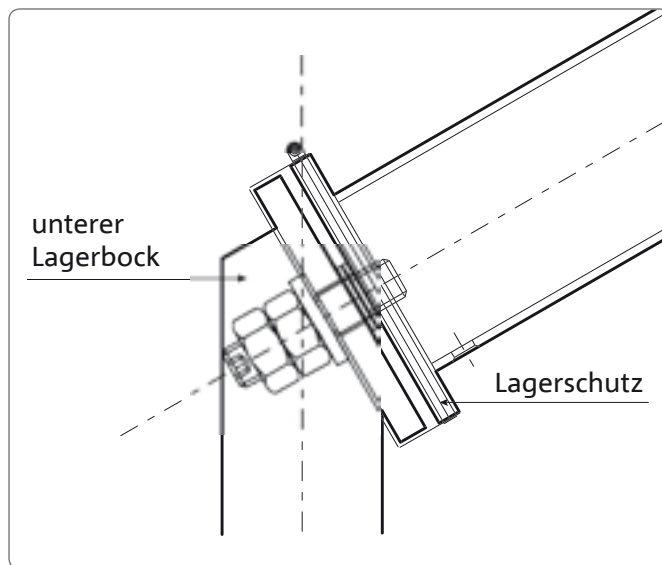

Abb. 1.13: Montage des Lagerschutzes
5. Der Lagerschutz wird über eine Klemmverbindung mit der Anschlussplatte des Schwenkrohres am vorderen Lagerbock verbunden (s. Abb. 1.13), so dass sich der Lagerschutz um die Anschlussplatte des Lagerbockes frei drehen kann und zugleich den Luftspalt zwischen den Platten (Lagerspalt) überdeckt.